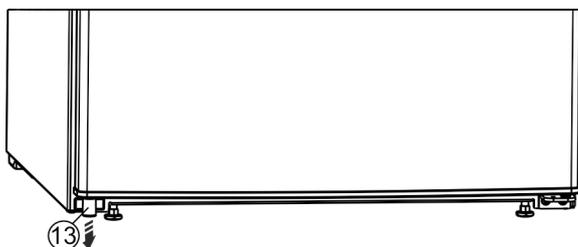

Fig. 4
- Извлеките из двери распорную деталь Fig. 4 (13) вниз слева.